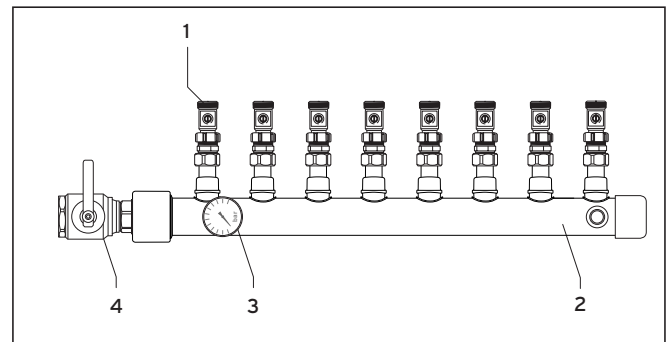
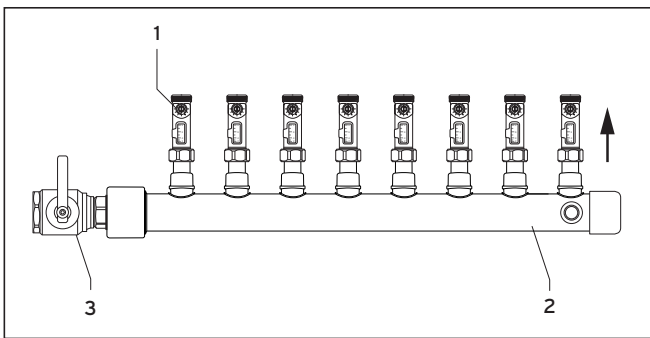

Fig. 4.5 Montering av samler
Fig. 4.6 Montering av fordeler
Monter kulekranene (fig. 4.5) og gjennomstrømningsmengde-begrensere (fig. 4.6) med maks. dreiemoment på 40 Nm. Påfør ikke bøyemoment på koblingsstedene. Hvis ikke kan det oppstå skader på disse komponentene.
- Monter kulekranene på samleren som vist i fig. 4.5.
- Monter gjennomstrømningsmengde-begrensere på fordeler som vist i fig. 4.6. Pass på riktig strømningsretning.